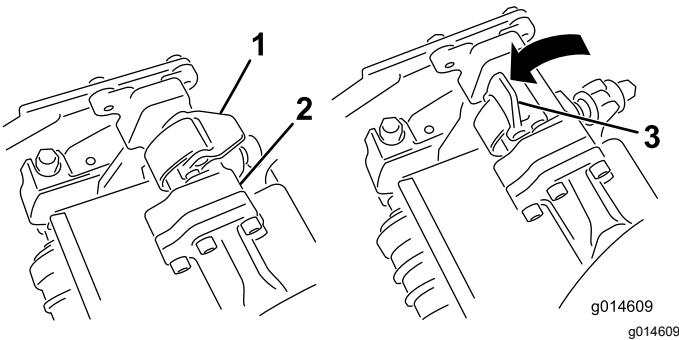

Figura 62
4. Abra os trincos da barra do braço de suspensão (Figura 62) e empurre o braço de suspensão para baixo de forma a que a barra fique sobre ambos os braços inclinados na unidade de corte e certifique-se de que os trincos passam por baixo da barra transversal da unidade de corte (Figura 63).
5. Feche os fechos para baixo e em redor da barra da unidade de corte e bloquee-os no sítio (Figura 62).
6. Abra os fechos na barra do braço de suspensão da unidade de corte que está a remover (Figura 62).